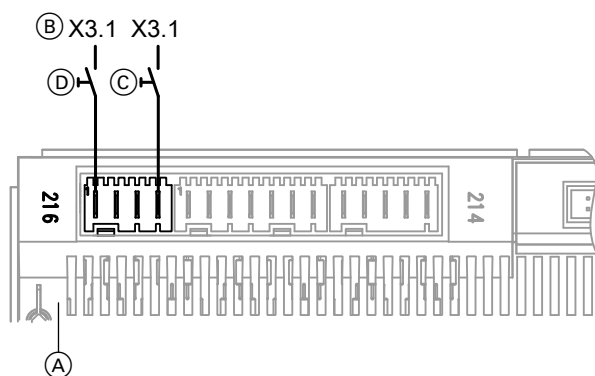

Abb. 59
- An der Wärmepumpenregelung gemäß Abb. 59